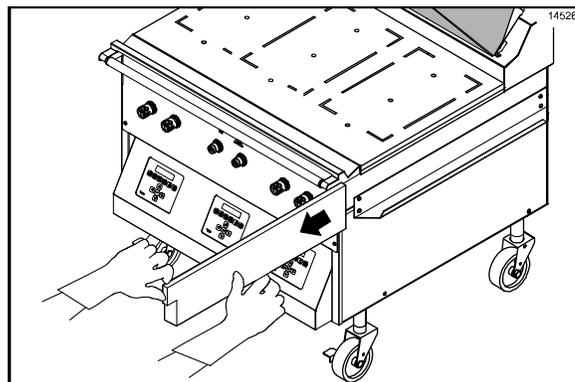

Figura 70
42. Quite y vacíe las bandejas para grasa. (Vea la figura 70.)